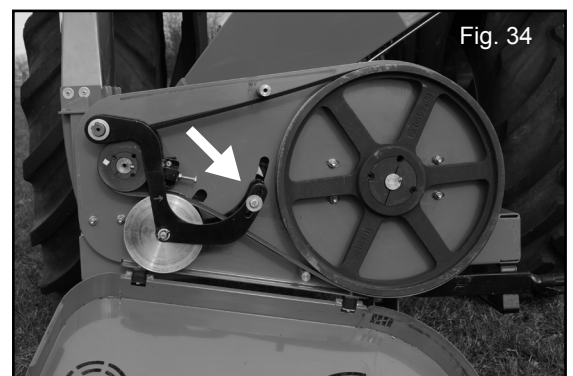

Fig. 34
Para levantar la máquina con facilidad, la misma viene equipada con 2 puntos de elevación. Monte una correa para levantar a través del punto de amarre. Verifique que el ángulo superior de la correa para levantar no es mayor a 40° (Fig. 34)
6. Empuje el eje de la cerradura de tensión hacia abajo en el brazo tensor hasta que haya llegado a la posición deseada Fig. 34.